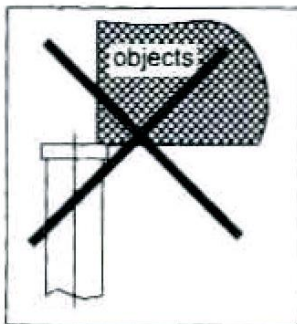

Bild 2
- Vrid aldrig, under några omständigheter, på justeringsskruven (18), då en olycka kan komma att ske. Dessa detaljer (10, 11, 18, 19, 20, 21) är överbelastningskydd.
- Använd aldrig ytterkanten av domkraftens huvud för att lyfta last (se bild 2).